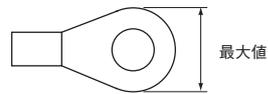

図1
- (注5) 圧着端子最大幅以下の圧着端子をご使用になり、丸形圧着端子最大幅は図1をご参照ください。